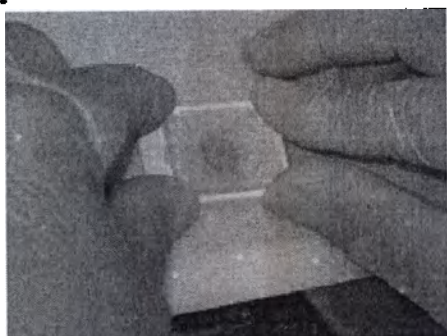

Рисунок 6V
4. Разместите отобранную, помеченную рамку Paraform на плоскую поверхность. Придерживая рамку, вставьте кассету (петля обращена к задней части рамки) под верхние вкладки и на нижние вкладки рамки (рис. 6V). Убедитесь, что передняя и задняя часть обе в положении с вкладками рамки